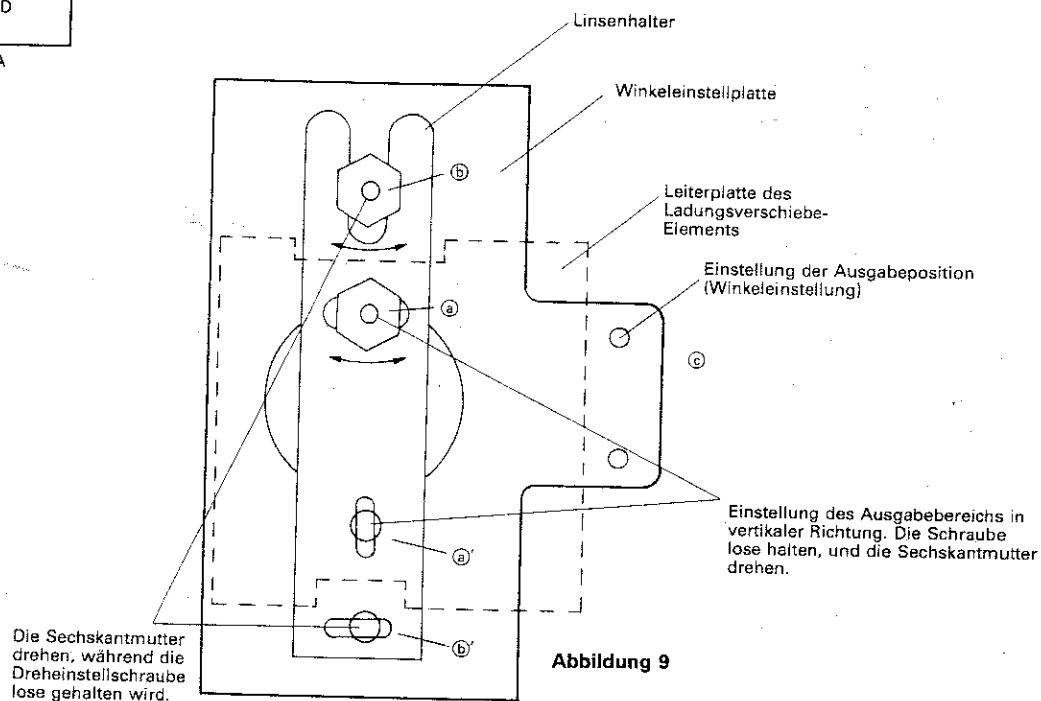

Abbildung 9
- (4) Die in Abbildung 9 gezeigten Schrauben ① und ② lösen.
- (1) Eine Kopie des ersten Bildes anfertigen und deren Druckzustand überprüfen.
- (2) Wenn der sich ergebende Druck dem in der Abbildung 14 gezeigten entspricht, die Schraube ⑥ der Abbildung 9 langsam entgegen dem Uhrzeigersinn drehen, während dabei die Kopie eines Bildes angefertigt wird. Die Schraube nicht weiterdrehen, wenn der Druck dem in der Abbildung 15 gezeigten entspricht. Damit ist die Einstellung beendet.
- (1) Die Rückwand entfernen, und den Drucker anbringen.
- (2) Den Netzschalter einschalten, und die anfängliche Einstellung machen.
- (3) Eine vertikale Linie mit einem schwarzen Markierstift entlang einer willkürlichen vertikalen Linie in der Mitte des Schreibweißblattes ziehen.
- (4) Die in Abbildung 9 gezeigten Schrauben ⑤ und ⑦ lösen.
- (1) Eine Kopie des Bildes mit der vertikalen Linie anfertigen.
- (2) Den Zustand der kopierten Linie überprüfen.
- (3) Wenn die vertikale Linie wie in Abbildung 17 gezeigt ausgedruckt wird, die Sechskantmutter ⑤ der Abbildung 9 mit dem Einstellwerkzeug entgegen dem Uhrzeigersinn drehen, bis sich die in Abbildung 18 gezeigte Linie ergibt. Wenn die Linie wie in Abbildung 20 gezeigt ausgedruckt wird, die Sechskantmutter im Uhrzeigersinn drehen, bis sich die in der Abbildung 18 oder 19 gezeigte Linie ergibt. (In manchen Fällen wird eine vertikale Linie gemäß Abbildung 19 als Ergebnis der Ausgabezeitsteuerung gedruckt. Dies stellt für die Einstellung kein Problem dar.)
- (4) Die vertikale Linie mehrmals kopieren, und diese Einstellung wiederholen, bis die Steigung der vertikalen Linie linear wird.
- (5) Nach Beendigung der Einstellung die Schrauben ⑤ und ⑦ anziehen. Dann erneut eine Kopie der vertikalen Linie anfertigen und nachprüfen, ob die Einstellung vollständig ist.
- (6) Die Ausgabe überprüfen, und falls irgendeine Unregelmäßigkeit festgestellt wird, eine Neueinstellung gemäß dem Verfahren "2 Einstellung der Ausgabe-position" auf Seite 13 vornehmen.
- (7) Sicherungsmittel auf die Schrauben ⑤ und ⑦ auftragen, um damit die Einstellung zu beenden.